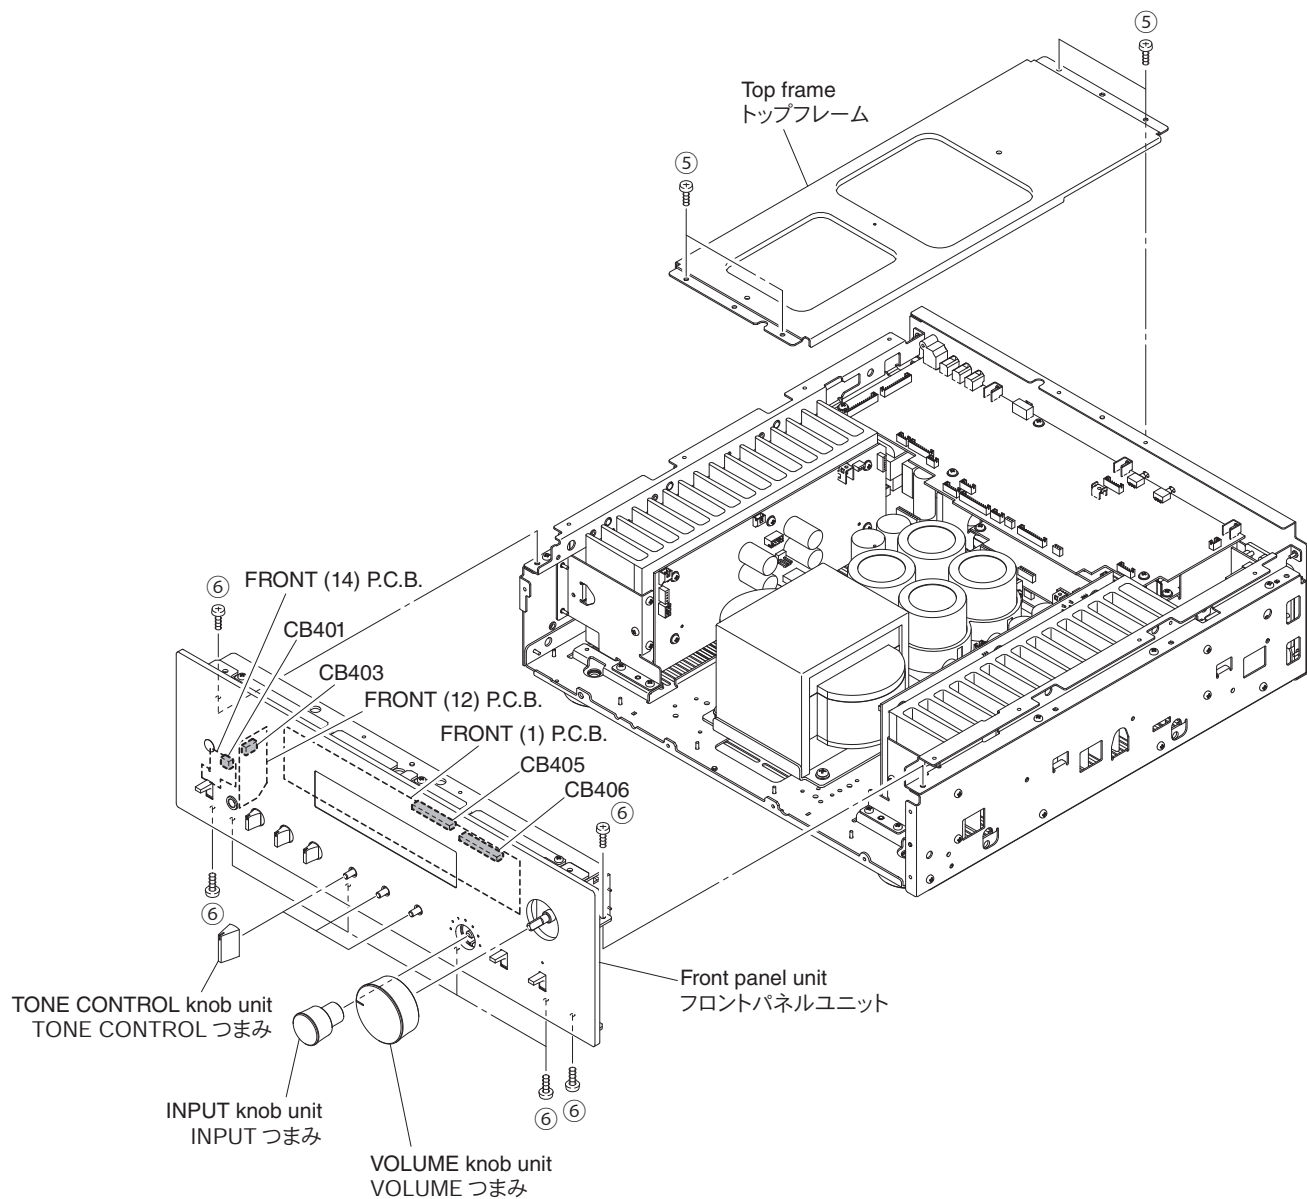

Fig. 2
- Remove 4 screws (⑤). (Fig. 2)
- Remove the top frame. (Fig. 2)
- Remove 8 screws (⑥). (Fig. 2)
- Remove CB401, CB403, CB405 and CB406. (Fig. 2)
- Remove the front panel unit. (Fig. 2)
- ⑤のネジ4本を外します。(Fig. 2)
- トップフレームを外します。(Fig. 2)
- ⑥のネジ8本を外します。(Fig. 2)
- CB401、CB403、CB405、CB406を外します。(Fig. 2)
- フロントパネルユニットを外します。(Fig. 2)